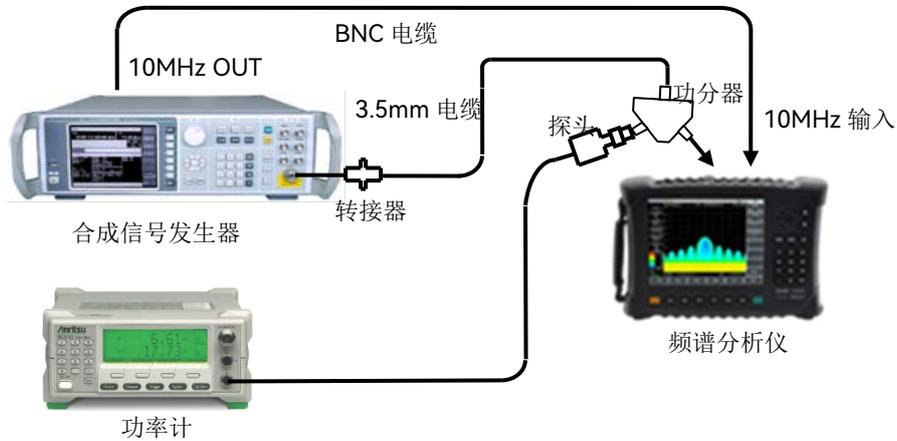

图12-16 参考电平不确定度与刻度保真度测试设置
- 2) 如图 12-16 连接测试仪器。合成信号发生器 1464A 为频谱分析仪提供频率参考，信号发生器的输出通过功分器分别连接到频谱分析仪和功率探头上;
- 2) 如图 12-16 连接测试仪器。合成信号发生器 1464A 为频谱分析仪提供频率参考，信号源输出端通过功分器分别连接到频谱分析仪射频输入端口和功率探头上;